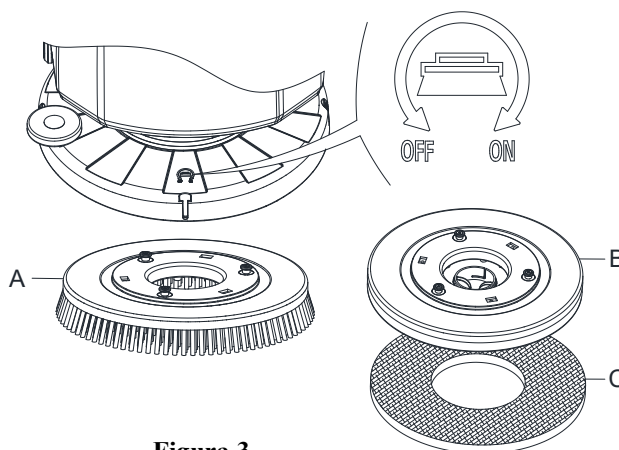

Figura 3
Instale o suporte da escova (A, Figura 3) ou esponja (B e C, Figura 3) de acordo com o tipo de chão a ser limpo.
3. Posicione as escovas (A, Figura 3) ou o suporte da esponja (B, Figura 3) sob a cabeça (12, Figura 1).
7. Se o passo n.º 6 acima tornar-se difícil, utilize o método manual e gire o suporte de esponja/escova na direção oposta à direção normal de giro (ON) para instalar o suporte de esponja/escova (como mostrado na Figura 3).